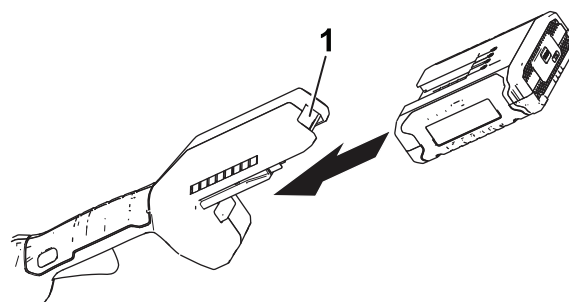

Figure 6
2. Alignez le creux de la batterie sur la languette du corps du manche (Figure 6).
3. Poussez la batterie dans le manche jusqu'à ce qu'elle s'enclenche dans le verrou (Figure 6).